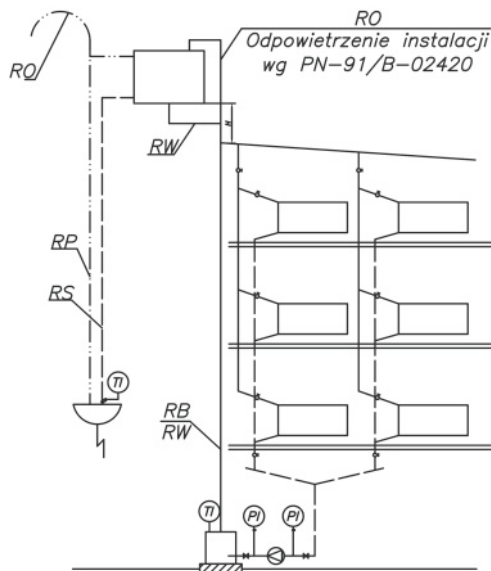

Рис. 7. Примерная схема защиты водной системы центрального отопления, состоящей из одного котла или теплообменника, верхняя часть, насос установлен на возврате
- 3) подключить трубы системы безопасности в соотв. с польской нормой (рис. 7),